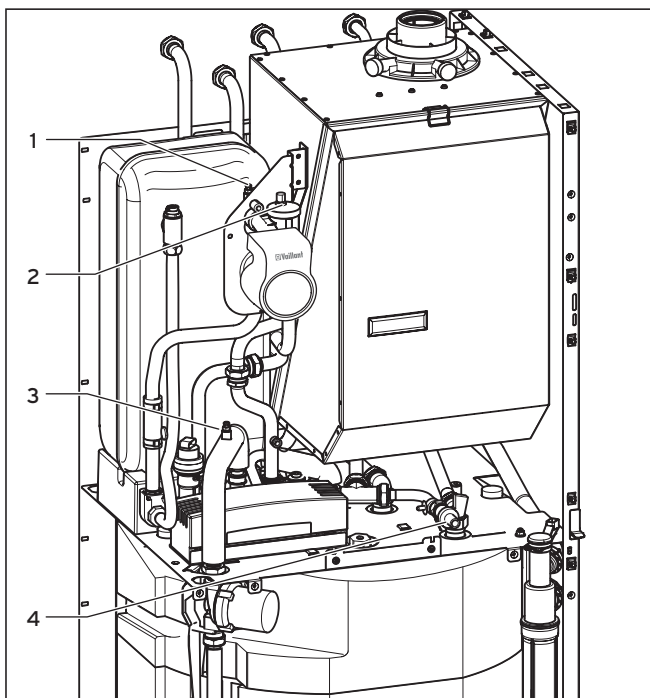

Рис. 8.9 Опорожнение прибора со стороны отопления
- Подсоедините шланг к крану опорожнения накопителя (5), выведите свободный конец шланга к подходящему месту стока и откройте кран.
- Откройте воздуховыпускной ниппель (3, рис. 8.9) на трубе между насосом и вторичным теплообменником, чтобы полностью опорожнить прибор.